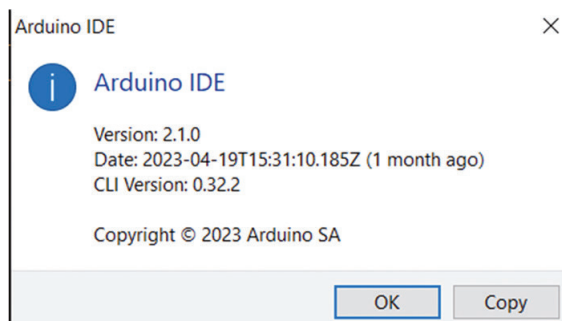

Рис. 2.5. Отображение номера версии IDE
**Help** (*Справка*): этот пункт меню отображает различные элементы справки по выбранным темам. Кроме того, он отображает номер версии, используемой в настоящий момент IDE (рис. 2.5). В данном случае это «Version: 2.1.0».